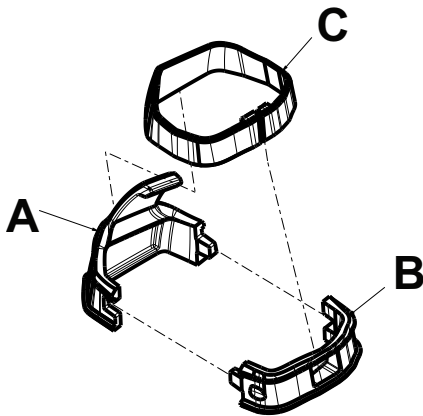

Figure 35 – Composants du crochet de perfusion
2. Faire correspondre les clips prévus (A et B) et tenir les deux crochets de perfusion sur la barre d'appui (Figure 35).
3. Glisser la bague pour crochet de perfusion (C) autour de la barre d'appui et des deux pièces pour crochet de perfusion (Figure 35).